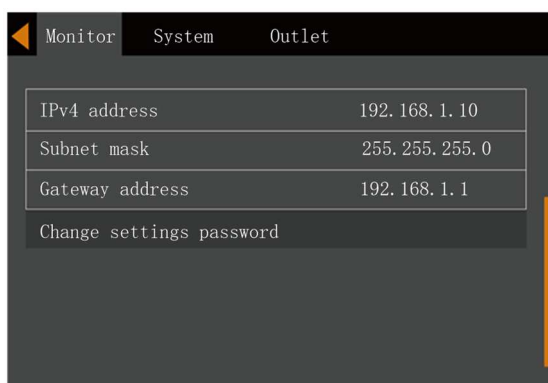

Figura 5-25 Cambio de contraseña de ajustes
2. Pulse la tecla , y después pulse la tecla  para seleccionar "Cambiar contraseña de ajustes", véase la Figura 5-25.